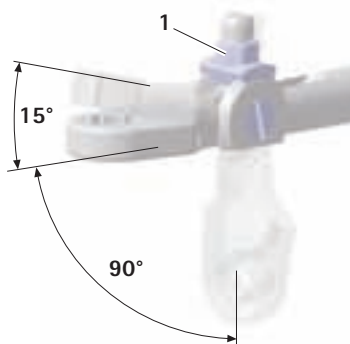

Fig. 3
- Sätt T-nyckeln **H** i önskad vinkel och dra åt sexkanten 1 medurs, se Fig. 3.